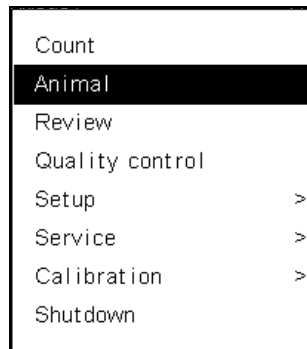

Abbildung 6-1 System-Menü
74. Drücken Sie [MENU], um das System-Menü aufzurufen, wie in Abbildung 6-1 dargestellt.